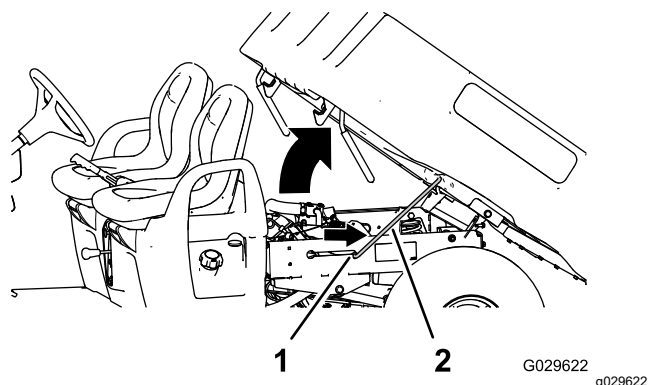

Figure 13
2. Sortez la béquille du cran de verrouillage (Figure 13).
3. Baissez le plateau jusqu'à ce qu'il se verrouille fermement en place (Figure 13).
2. Engagez la béquille dans le cran de verrouillage pour bloquer le plateau en position (Figure 13).